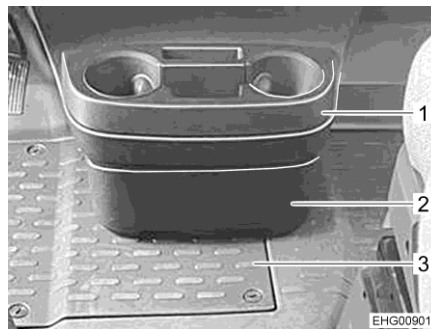

Bild 88 Mugghållare och subwoofer
För att komma åt batteriet måste först ljudsystemets subwoofer (Bild 88,2) tas bort.
- Dra ut subwoofern (Bild 88,2) och lägg den åt sidan.
- Öppna golvplattan (Bild 88,3).
- Tryck fast subwoofern (Bild 88,2) under mugghållaren (Bild 88,1).